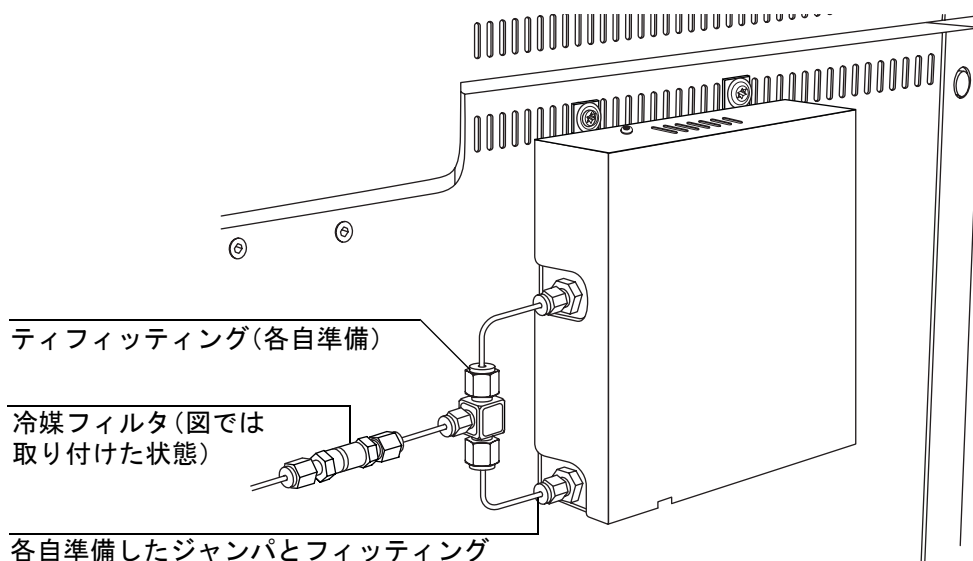

図 55. 冷却冷媒フィッティング
3. 注入口とオープンの冷却を使用する場合には、図 55 に示すように、「ティ」(部品番号 0100-0542) を冷媒フィッティングに取り付けます。SpectraLink 管 (SL-8) を使用することをお勧めします。
4. 冷媒入口フィッティングからナットとフェラルを取り外します。これらの部品を使用して、フィルタ / コネクタアセンブリを注入口フィッティングまたはティフittingsに取り付けます。図 55 を参照してください。